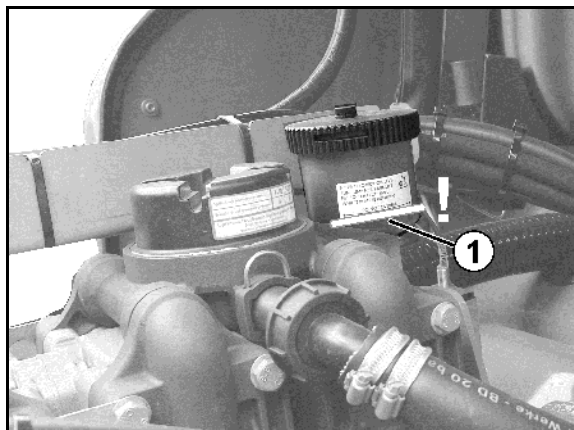

Fig. 150
1. Dévissez le capuchon magnétique (Fig. 150/1).
2. Retirez la bobine magnétique (Fig. 150/2).
3. Dévissez la tige de distributeur (Fig. 150/3) m avec les sièges de soupapes et nettoyez-la à l'air comprimé ou à l'huile hydraulique.